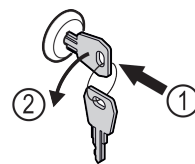

Fig. 176
- ▶ Sleutel erin duwen. Fig. 176 (1)
- ▶ Sleutel 90° linksom draaien. Fig. 176 (2)